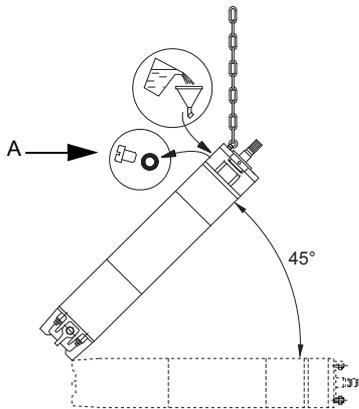

Abb. 4 Position des Motors während des Befüllens, MMS
1. Den Motor um 45° neigen. Der obere Teil des Motors muss nach oben weisen. Siehe Abb. 4.
2. Den Stopfen (A) herausschrauben und einen Trichter in die Einfüllöffnung einführen.
3. Leitungswasser in den Motor einfüllen, bis Motorflüssigkeit aus der Öffnung (A) austritt.